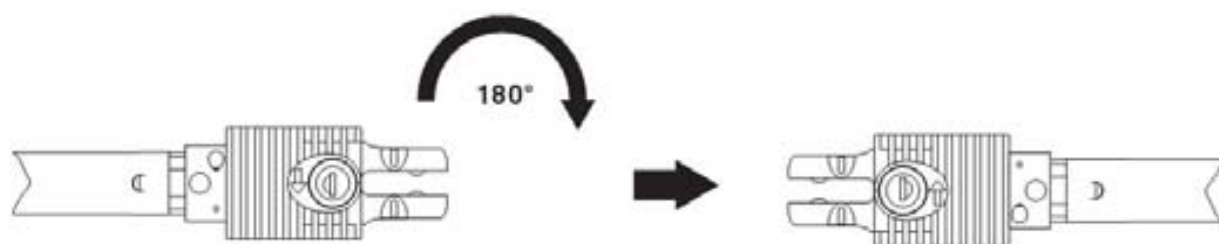

Рис. 8
- поверните зубчатый редуктор на 180 градусов (рис. 8).